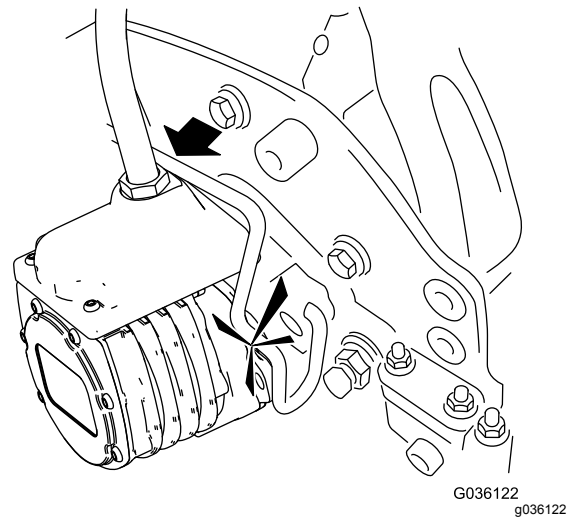

Bild 55
- Setzen Sie den Motor in die linke Seite der Schneideinheit (aus Sicht der Bedienerstellung) und ziehen die Motorbefestigungsstange an der Schneideinheit zum Motor, bis Sie einen deutlichen Klick von beiden Seiten des Motors hören (Bild 55).